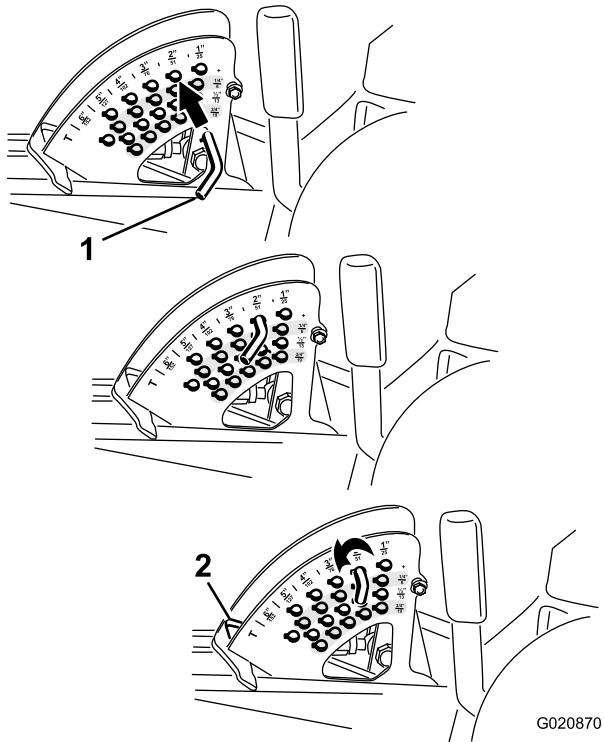

Figure 30
2. Tournez la goupille de butée jusqu'à ce que la goupille cylindrique située à l'intérieur en face des trous du support de hauteur de coupe et retirez-la (Figure 30).
3. Placez la goupille dans le trou du support correspondant à la hauteur de coupe voulue et tournez-la pour la verrouiller en place (Figure 30).
Remarque: Il y a 4 rangées de trous (Figure 30). La première rangée donne la hauteur de